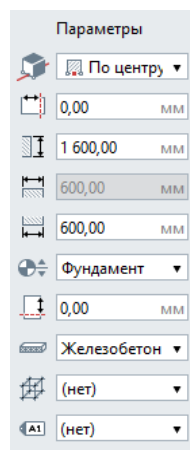

Рис. 2 Параметры Ленточного фундамента
**Параметрах** указываем (рис. 2)